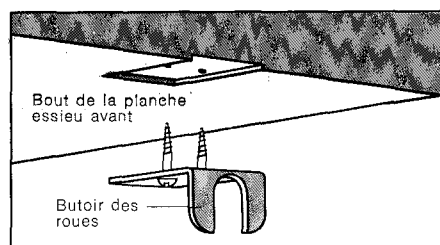

Fig. 1. Les tampons diminuent la friction des roues.
endroit avec du ruban adhésif. Quatre butoirs (6) évitent aux roues de se coincer sous les planches des essieux. Avec une scie à métaux, coupez des entailles de la largeur des essieux dans une des faces d'un fer d'angle (fig. 1). Placez le chant extérieur de chaque butoir juste après le bout de la planche et indiquez sa place sur le châssis. Taillez au ciseau un enfoncement de  $\frac{1}{8}''$  de profondeur afin qu'il affleure le châssis. Fixez les tampons avec 2 vis à tête ronde n° 8 de  $\frac{3}{4}''$ . Taillez un disque-écarteur (7) avec une scie sauteuse; percez un trou de  $7/16''$  au centre. Boulonnez ensemble la planche du châssis, le disque et la planche-essieu avant avec un boulon à carrosserie de  $3'' \times \frac{3}{8}''$ . Placez des rondelles de chaque côté du disque pour réduire la friction. Maintenez la planche-essieu avant à un angle de  $45^\circ$  de la planche du châssis et indiquez l'emplacement du tampon (8) sous la planche du châssis pour limiter le tournage des roues. Collez et vissez le tampon avec deux vis à tête ronde n° 10 de  $1\frac{1}{2}''$ .